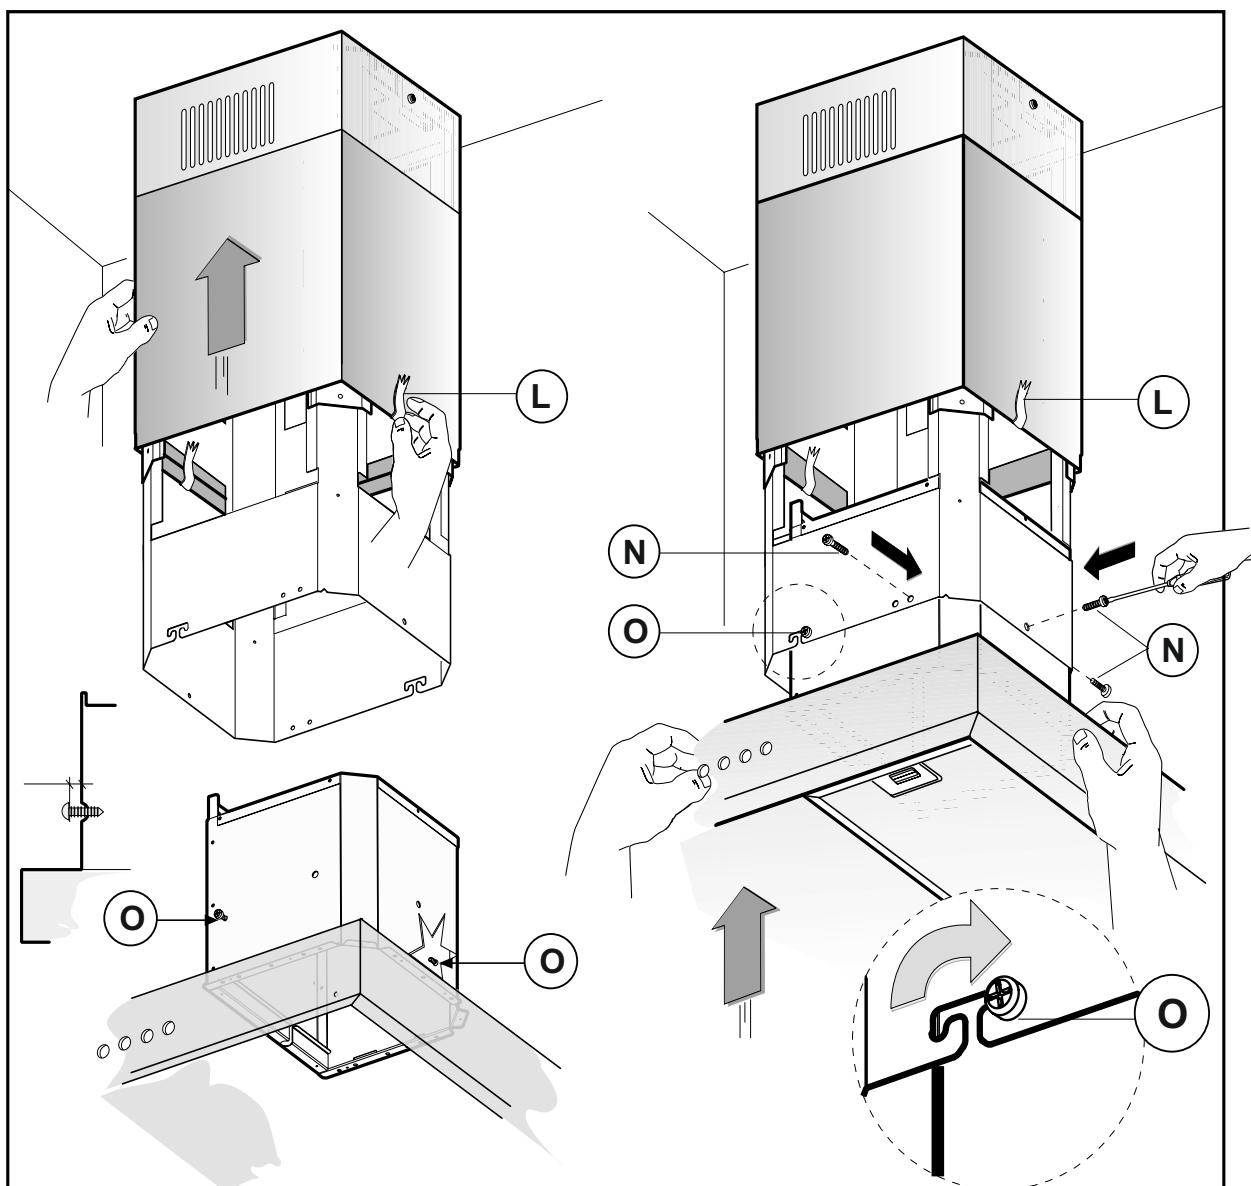

Fig.11
- 3.4.2 Työnnä hormin alaosa varovasti hormin yläsan päälle ja kiinnitä se huolellisesti tarranauhalla, jotta se pysyy väliaikaisesti ylhäällä. (Fig. 11)
- 3.4.3 Löysää kupuosa rungossa olevia 2 ruuvia niin, että ne ovat max 3 mm irti rungosta. (Fig. 11)
- 3.4.4 Asenna kupuosa kattokehikon sisäpuolelle siten, että avatut ruuvit asettuvat kehikossa olevien ruuvinkoukkujen kohdalle. Kiristä em. ruuvit ja ruuvaa lisäksi 3 ruuvilla kehikon alaosa kupuosaa kiinni. (Fig. 11)
- 3.4.5 Poista ylös nostetun hormin alaosan tarranauha ja laske se kupuosen päälle. (Fig. 11 ja 13)